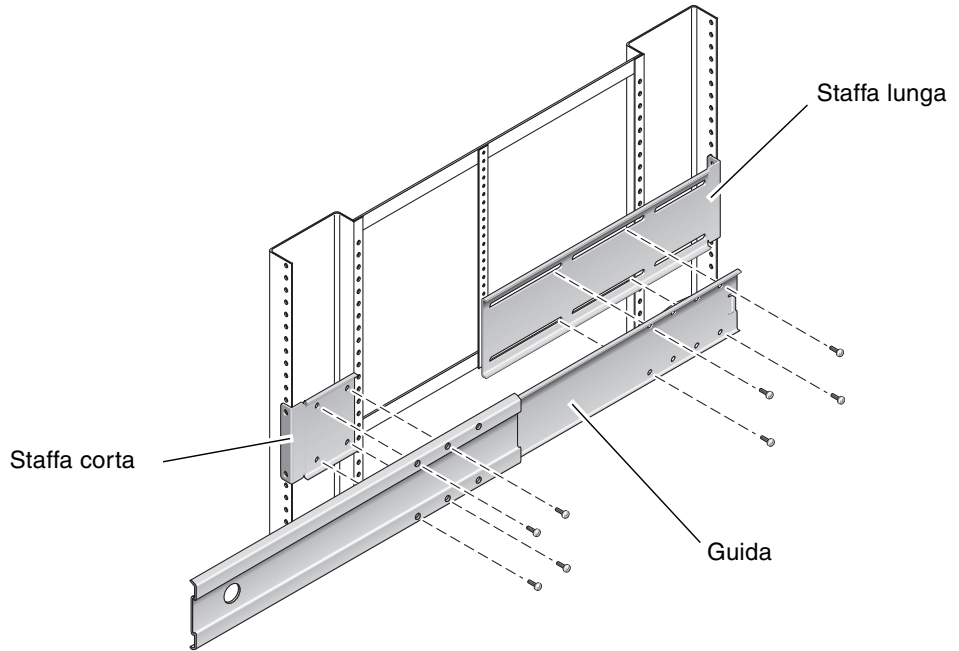

FIGURA 3-12 Fissaggio della guida alle staffe
10. Utilizzando le viti a testa troncoconica M5 (quattro per la staffa corta e quattro per la staffa lunga), fissare la guida alle staffe corta e lunga nella parte anteriore e posteriore del rack (FIGURA 3-12).